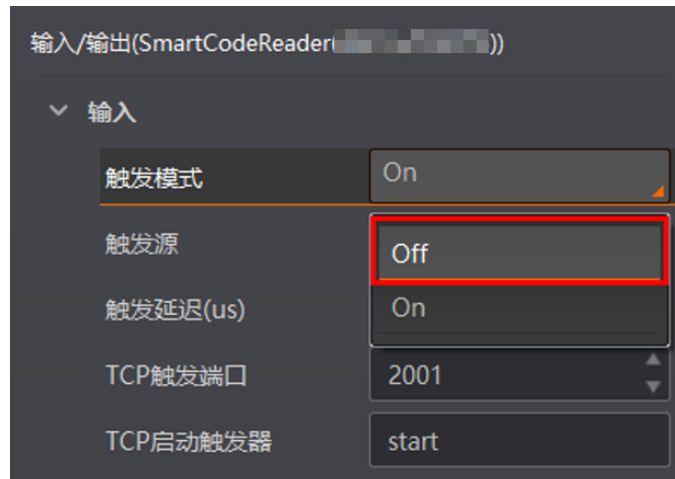

图7-4 关闭触发的方式
- 进入“输入输出”模块，在输入属性下将触发模式设置为“Off”，关闭触发模式，如图 7-4 所示。